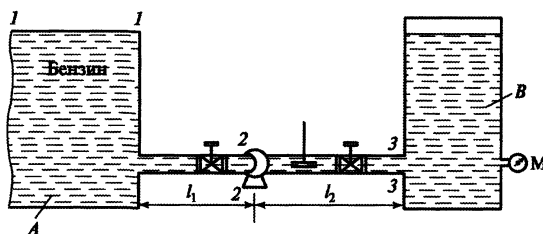

Рисунок 1
8. Центробежный насос транспортирует бензин из резервуара А в резервуар В (см.рис.1). Уровень бензина в резервуаре  $H=20\text{ м}$ . Исходные данные: расход бензина ( $Q=6\cdot 10^{-3}\text{ м}^3/\text{с}$ , диаметр трубопровода  $d=0,05\text{ м}$ ;  $\rho=810\text{ кг/м}^3$ ;  $\nu=2,7\cdot 10^{-6}\text{ м}^2/\text{с}$ . Коэффициенты потери напора на местных сопротивлениях: входа  $\xi_{\text{вх}}=0,5$ ; крана  $\xi_{\text{кр}}=0,15$ ; задвижки  $\xi=2$ ; выхода  $\xi_{\text{вых}}=1$ ;  $l_1=6\text{ м}$ ;  $l_2=11\text{ м}$ .